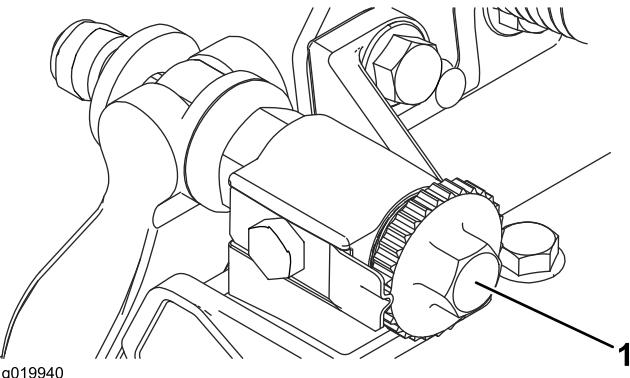

图8
2. 逆时针旋转底刀架调节螺丝，确保底刀架不与滚刀接触（图8）。